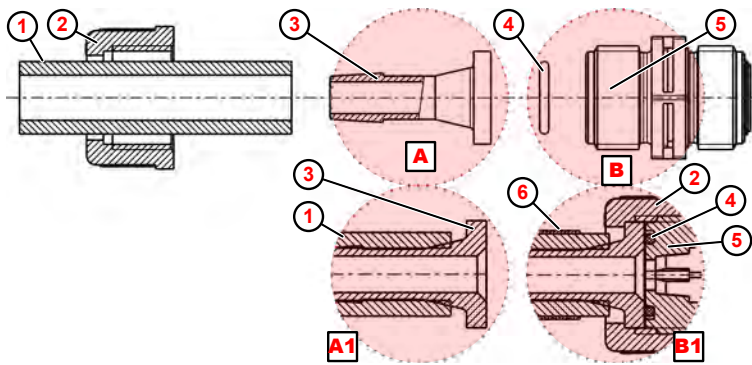

Fig. 6 : Raccord de conduit et flexible avec embout et collier de serrage
1. Couper droit le flexible (Fig. 6 , ①).
2. Enfiler le collier de serrage ⑥ sur le flexible ① .
3. Enfiler l'écrou-raccord ② sur le flexible ① .
4. Pousser le flexible ① jusqu'à la collerette de butée sur l'embout ③ (détail A1).
5. Placer le joint torique ④ dans la rainure de la soupape d'aspiration ou de refoulement ⑤ .
6. Serrer l'écrou-raccord ② à fond.
7. Pousser le collier de serrage ⑥ vers le bas et le serrer à fond (détail B1).